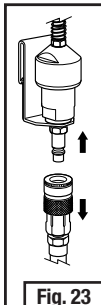

Fig. 23
1. S'assurer que le tuyau d'air comprimé 3M^{MC} est relié à la soupape de régulation d'air ou au connecteur basse pression. Pour raccorder, tirer sur l'extrémité de la prise du tuyau d'air comprimé tout en l'insérant dans la fiche du dispositif de régulation d'air (Fig. 23).